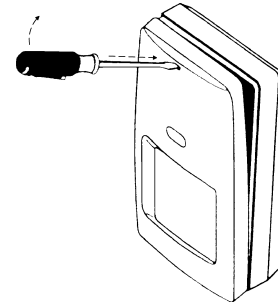

Рис.1
- Чтобы открыть корпус извещателя, вставьте небольшую отвертку в щель фиксатора в верхней части корпуса и, аккуратно надавливая, отожмите его вниз как это показано на рис.1.